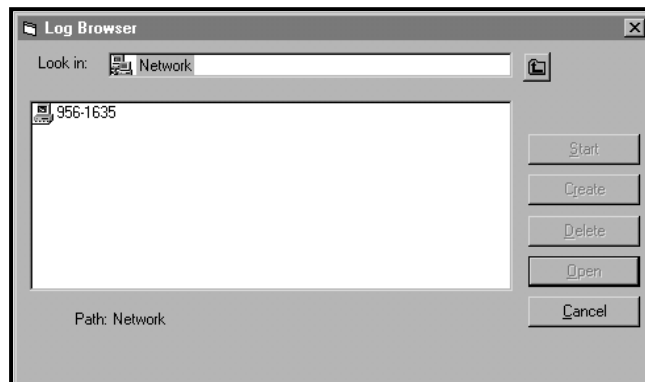

Figure 14: Sélection de l'ordinateur
- Cliquez sur l'option *Log Browser*. La boîte de dialogue illustrée à la Figure 14 s'affiche.